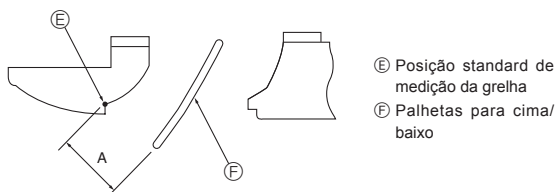

Fig. 8-10
- Para ajustar a direcção de fluxo do ar pretendida, mova lentamente as palhetas para cima/baixo dentro do limite especificado. (Fig. 8-10)